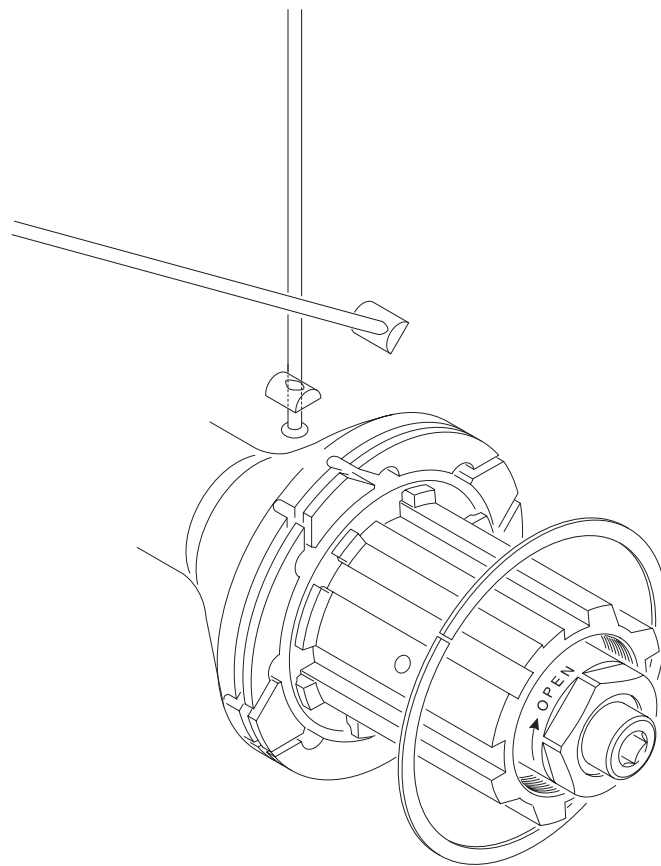

Fig. 37
- Inserite i barilotti nelle apposite sedi del mozzo tenendo il lato di maggior spessore orientato verso l'interno del mozzo (Fig. 37).
- Insert the barrels in their seats in the hub, with the thicker end towards the inside of the hub (Fig. 37).
- Die Speichenbrücken in die vorgesehenen Sitze auf der Nabe einführen wobei die stärkere Seite zur Nabe hin gehalten wird (Abb. 37).
- Introduisez les barilletts dans les logements appropriés du moyeu en maintenant le côté de plus grosse épaisseur tourné vers l'intérieur du moyeu (Fig. 37).
- Introducir los barriletes en los correspondientes asientos del buje, con el lado de mayor espesor girado hacia el interior del buje (Fig. 37).
- Plaats de barrels in de uitsparingen van de naaf met het dikste einde tegenover de binnenkant van de naaf (fig. 37).